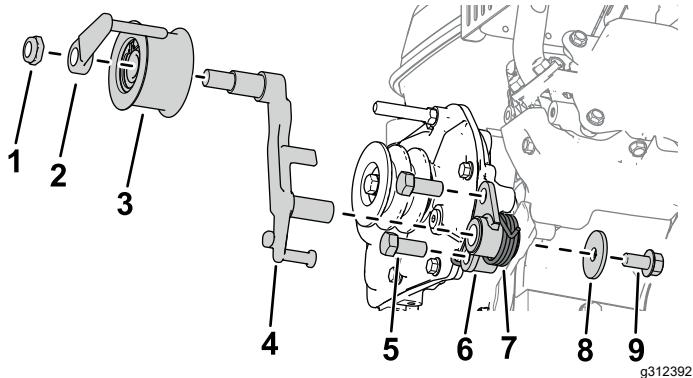

Figura 3
5. Montate la staffa della frizione sulla scatola ingranaggi con 2 bulloni (7/16" x 1"), come illustrato nella Figura 3.
6. Montate la leva della frizione sulla staffa della frizione (Figura 3).
7. Montate la molla di serraggio sulla staffa della frizione con una rondella (3/8" x 1 1/8") e un bullone (3/8" x 3/4"), come illustrato nella Figura 3.
8. Montate il gruppo puleggia tendicinghia sulla leva della frizione con un guidacinghia e un dado esagonale (Figura 3).